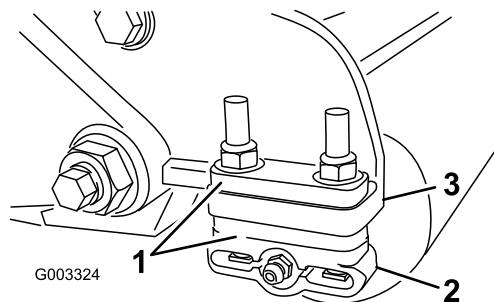

図 13
- 希望の刈高範囲に必要な数のスペーサを刈高チャートで確認し、スペーサをサイドプレートの取り付けフランジ 図 13 の下に入れて、後ローラのブラケットの位置を正しくセットする 図 13。